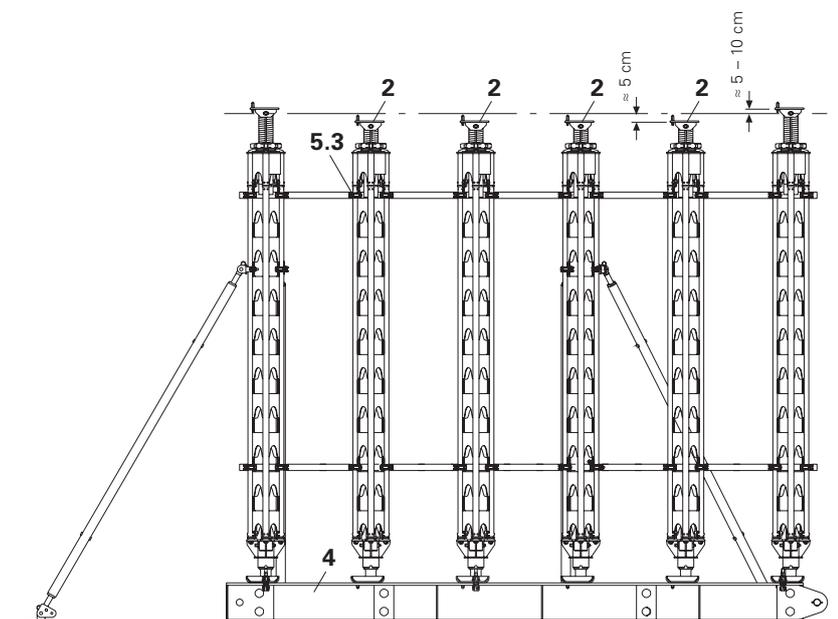

Fig. A3.04
1. Déveriner le vérin de tête (2) jusqu'à environ 5 cm au-dessous de la valeur de consigne.
2. Poser les étais HD sur la poutre de pied (4). Centrer à l'aide des vis de centrage ou en mesurant.
3. Relier les tubes de contreventement et les étais à l'aide de deux colliers fixes (5.3). (Fig. A3.04)